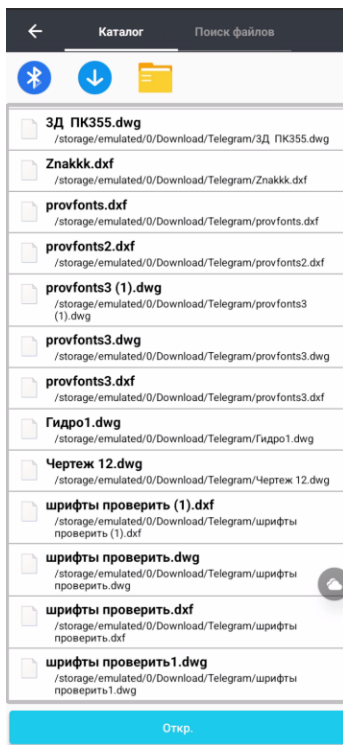

Рисунок 4.10.2
2. Перейдите в место расположения файла (Рисунок 4.10.2), укажите файл и нажмите **Открыть**.